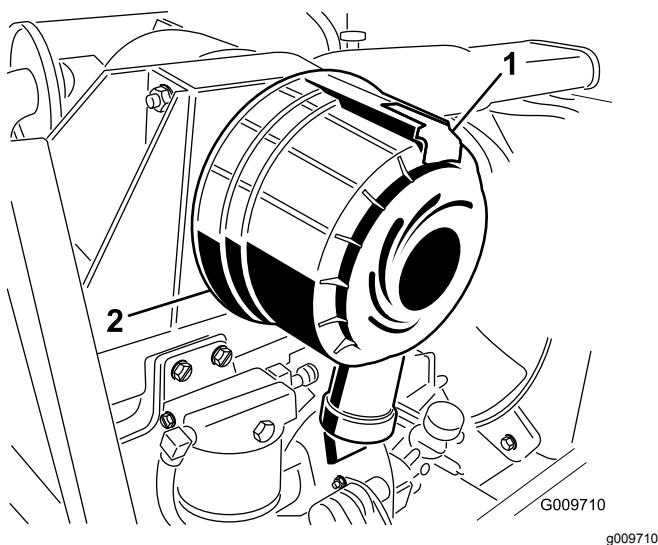

図 26
1. ラッチを引いて外し、カバーを左にひねってボディーからはずす図 26。